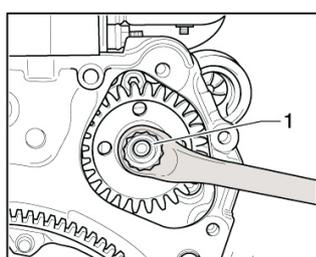

FIG. 3
- 7 Bloquear el eje de la bomba de agua con una llave de 12 puntas, para aflojar la tuerca del piñón dentado de la bomba de agua [FIG. 3].